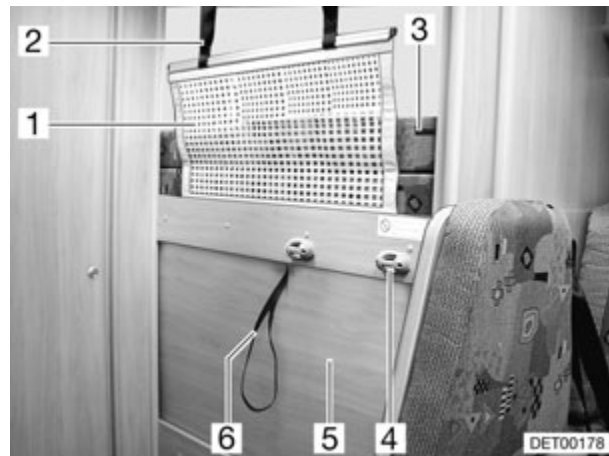

Fig. 79 Litera (variante 2)
- Tirar del lazo (Fig. 79,6) e inclinar hacia atrás la cama (Fig. 79,5).
- Tomar el colchón (Fig. 79,3) de la cama superior y colocarlo en la cama inferior.
Para subir a la litera superior se ha de utilizar la escalera. Se engancha con los largueros del dispositivo de soporte (Fig. 79,4) del borde de la cama.
La red de seguridad (Fig. 79,1) viene de serie entre el colchón y el somier. Tensar la red de seguridad cuando las personas ya se encuentren en la cama. Para tensar las cintas de sujeción (Fig. 79,2) encastrarlas en los dispositivos de fijación dispuestos en el techo.